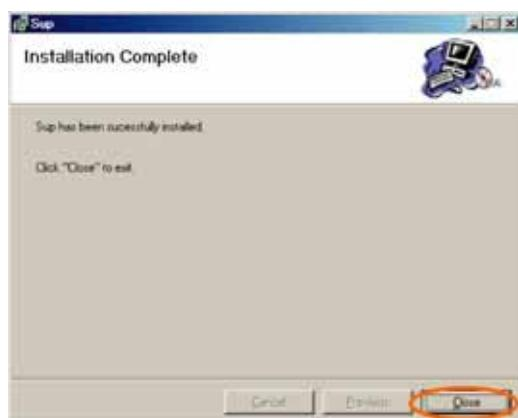

Рис. 1-12
- 5** Для завершения восстановления нажать "Закрыть" (Close) (рис. 1-12).